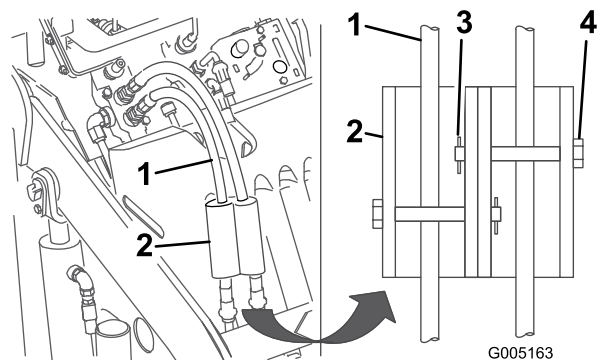

Figura 16
7. Abbassate i blocchi del cilindro sui flessibili idraulici e fissateli con il cavalletto con perno e la coppiglia (Figura 16).